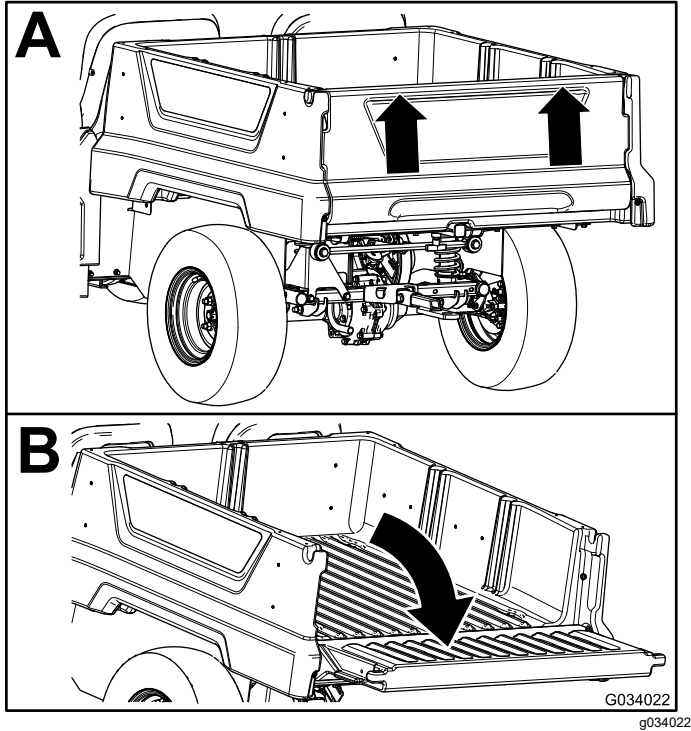

图 13
2. 使用双手抓住尾门上方的脊状边缘提起尾门图 13。
3. 将尾门放下直至与货箱底部齐平图 13。